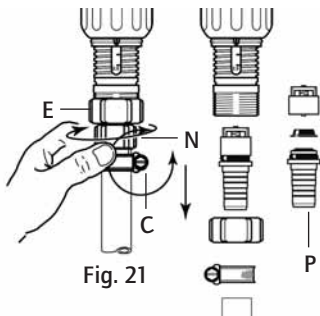

Fig. 21
- Pour le tuyau d'aspiration Ø 20 (option V), dévisser à l'aide d'un tournevis, le collier (Fig. 21-C) monté sur le tuyau d'aspiration.